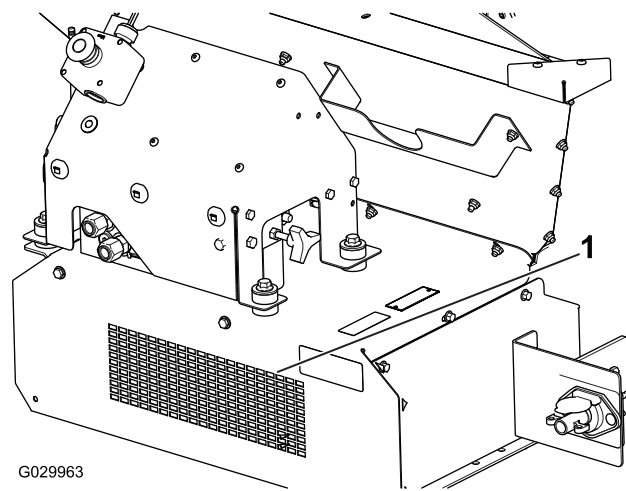
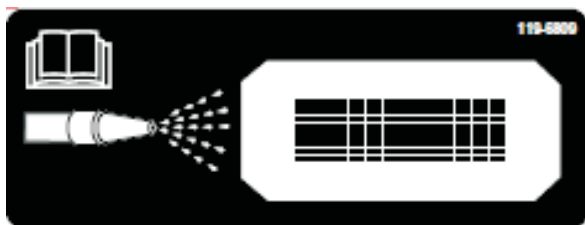

図 58
図 57
10. 機体の前部に清掃ステッカー (図 57) が貼付されているステッカーに描かれているように、水道ホースを使って前ガードのメッシュから水を掛け、腹板に残っている資材を完全に流し出す (図 58)。